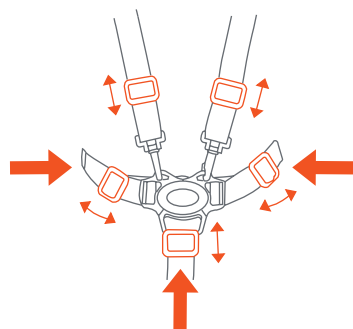

Fig. 14b
- To secure the child, place the safety harness around the child's waist and over the shoulders. Place the crotch strap between the child's legs. Insert the male end of each shoulder/waist belt into the buckle on the crotch strap. Tighten all buckles to the proper fit for the child (Fig. 14b).
- Para asegurar al niño, coloque el arnés de seguridad alrededor de la cintura del niño y sobre los hombros. Coloque la correa de la entrepierna entre las piernas del niño. Inserte el extremo macho de cada cinturón de hombro/cintura en la hebilla de la correa de la entrepierna. Ajuste todas las hebillas al tamaño adecuado para el niño (Fig. 14b).